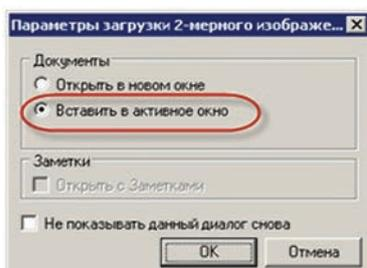

Рисунок 17.63
- в появившемся диалоговом окне параметров загрузки двух изображений выбрать параметр **Вставить в активное окно** и нажать **ОК** (рис. 17.63);